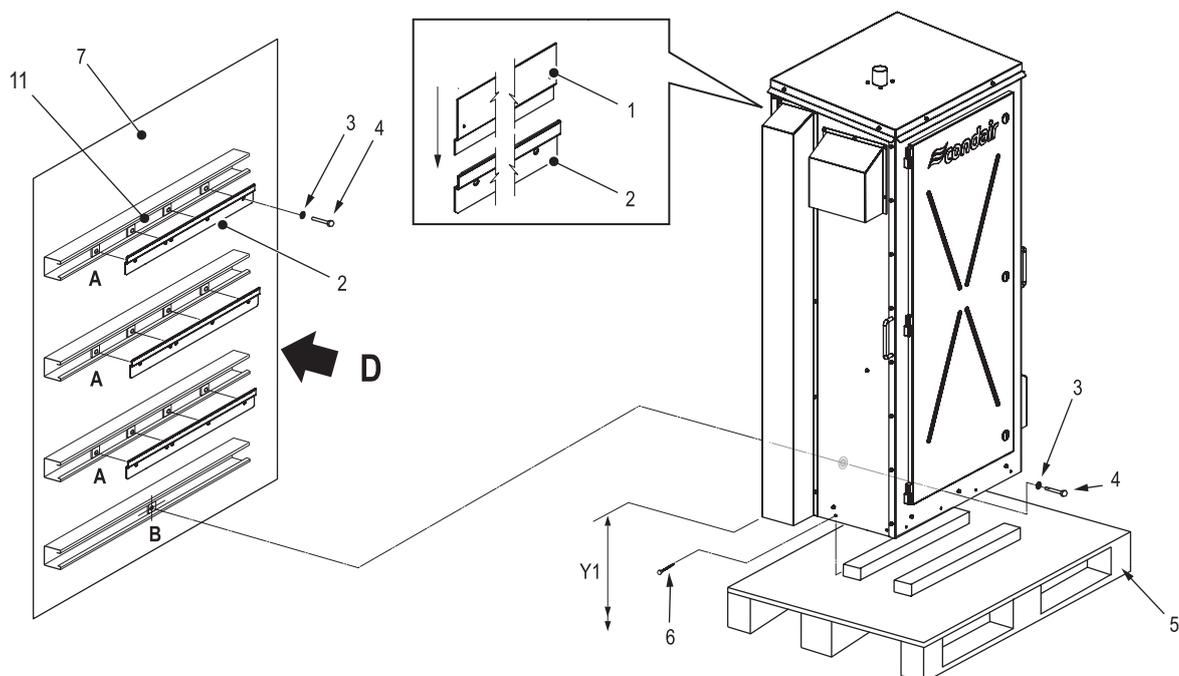

Fig. 10: Montaggio sull'unità di ventilazione
3. Contrassegnare i punti di fissaggio "A" e "B" nelle posizioni desiderate utilizzando una livella ad acqua. Vedere Fig. 10 e Tabella 6.
8. Sollevare con cautela l'umidificatore nella posizione di montaggio e allineare le staffe sul retro dell'umidificatore con le guide di montaggio precedentemente fissate, come mostrato in Fig. 10. Calare l'umidificatore sulle guide di montaggio e assicurarsi che l'apparecchio sia ben posizionato e allineato orizzontalmente.